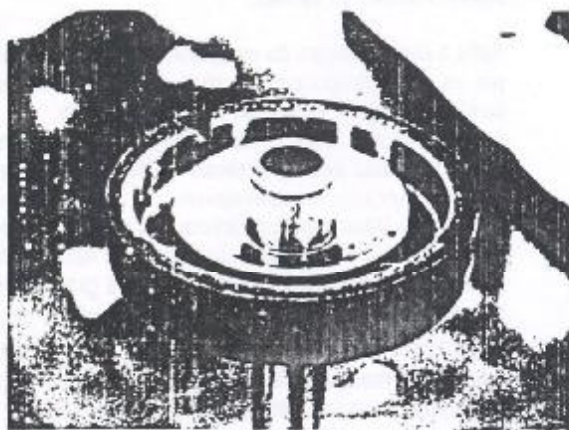

Figura 4.13.9 - Instalação do prato
3. Instalar o prato, observando o correto alinhamento do rasgo existente no mesmo com o pino de retenção das válvulas (Figura 4.13.9).